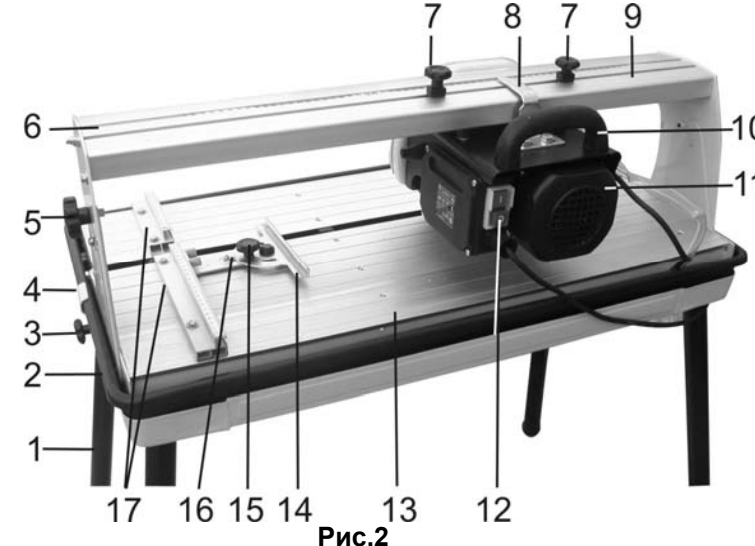

Рис.2
7. УСТРОЙСТВО (Рис. 2,3)
8. ТРАНСПОРТНОЕ ПОЛОЖЕНИЕ (Рис. 2,3)
9.2. Сборка плиткореза (Рис.2,3)
10.1. Регулировка угла резания (Рис. 2,3,7)
10.2. Регулировка угла наклона резания (Рис. 2,3,7)
10.3. Регулировка ограничения хода отрезного диска (Рис. 2,3,7)
11.1. Принцип работы (Рис. 2,3)
11.2. Подготовка к работе (Рис. 2,3)
11.3. Выполнение работы (Рис. 2,3)